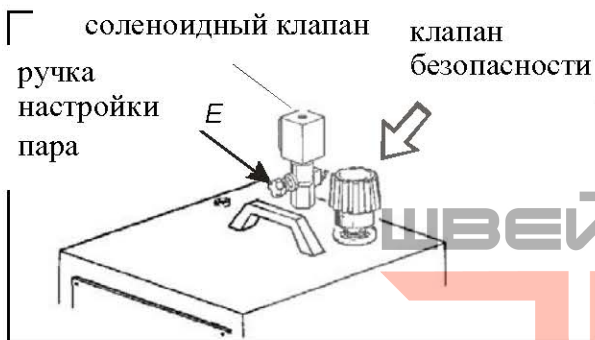

Рис. 4
5. **Никогда не заменяйте колпачок предохранительного клапана (Рис. 4) на колпачок другого типа. ВНИМАНИЕ! Клапан безопасности установлен на 5**
5. При использовании Barbara 31 совместно с доской без вакуума на доске могут оставаться круглые пятна от сконденсированного пара. Чтобы избежать этого, положите войлок под подкладку и отрегулируйте регулятор подачи пара на минимум (Рис. 4).
Отвинтите клапан безопасности (Рис. 4). Слейте бойлер, открыв кран слива (Рис. 6). Как только вода выйдет, не забудьте закрыть кран.
3. Заменяйте клапан безопасности каждые 2500 часов или максимум 1 раз в 3 года (рис. 4);